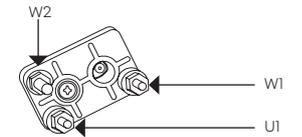

Figura 13.
3. Conecta los cables de la corriente en U1 y W1, dejando las tuercas bien apretadas (ver Figura 13).